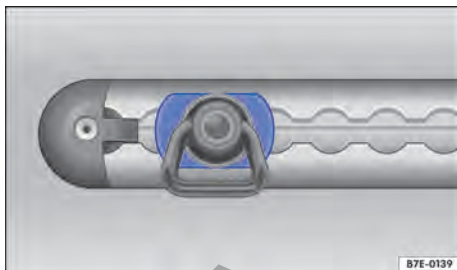

Fig. 121 En la zona de carga: rail de amarre con argolla de amarre (representación esquemática).
4. Asegúrese de que la argolla haya encastrado correctamente. Los lados de la argolla tienen que estar en posición horizontal → Fig. 121.